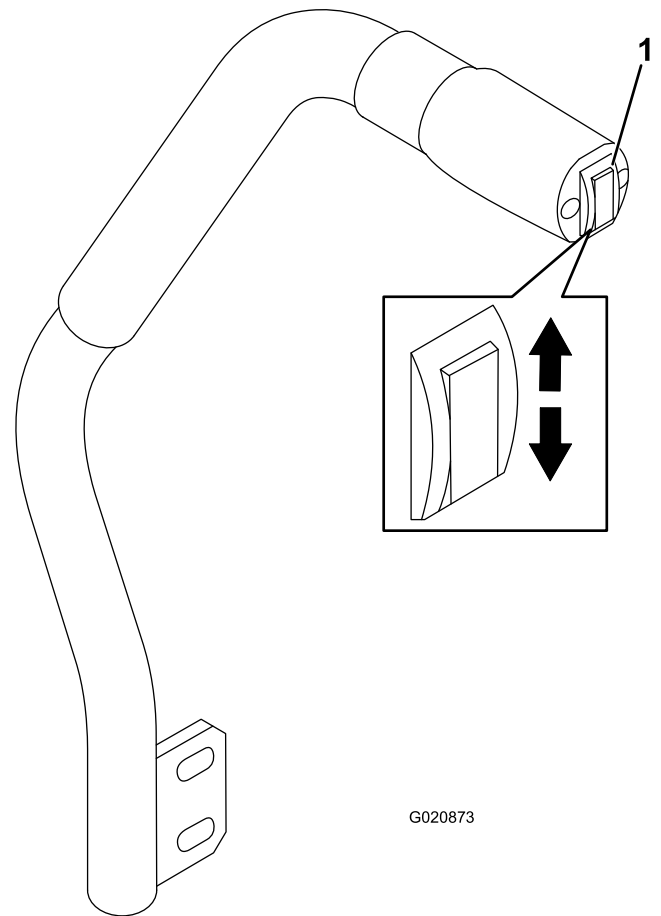

Figura 22
O interruptor de elevação da plataforma levanta e baixa a unidade de corte (Figura 22). O motor tem que estar a trabalhar para utilizar esta alavanca.
- Para baixar a unidade de corte do cortador, empurre o interruptor para baixo (Figura 22).
- Para elevar a plataforma do cortador, empurre o interruptor para cima (Figura 22).
1. Com o motor a trabalhar empurre para cima o interruptor de elevação da plataforma até que a unidade de corte esteja completamente levantada e **solte imediatamente o interruptor** (Figura 22).